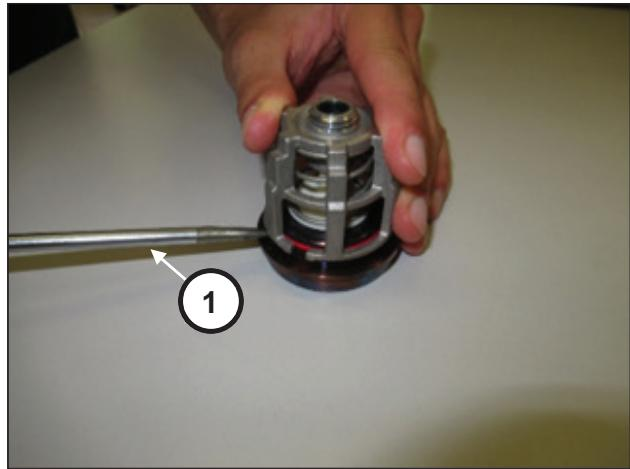

图 108
使用简单的工具(位置①, 图 108)撬动吸入阀组来拆卸它们。